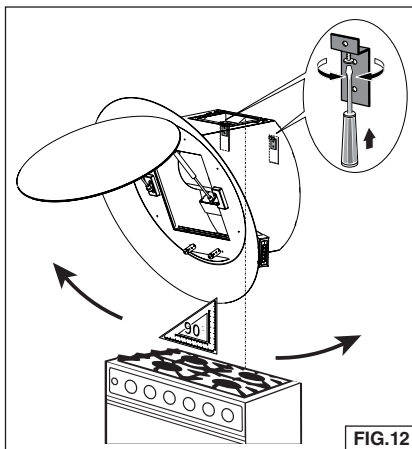

FIG.12
6. Réglez le niveau de la hotte à l'aide des deux (2) vis fournies avec les brides de montage. Fig. 12.